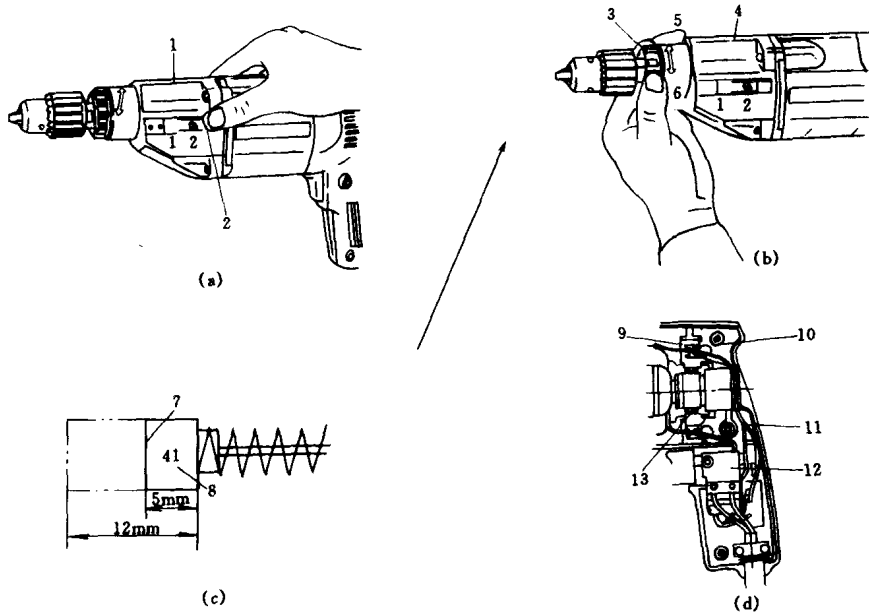

图 1-9 冲击电钻
冲击电钻外形与普通电钻相似,如图 1-9 所示。
7) 高、低速换档前，应将电源开关置于切断位置并且使冲击电钻全部停止转动。换档时，先将变速连锁扣压下，如图 1-9 (a) 所示，按箭头方向推动。刻在电钻壳体上的“1”为低速，“2”为高速。
8) 从冲击变换为旋转，如图 1-9 (b) 中，3、5、6 所示。面对钻头顺时针方向把变换环转到尽头，这样电钻是一面旋钻，一面对材料冲击。反时针方向旋转变换环则只能旋钻而不冲击。但要注意各厂家产品不一定相同，使用前一定要看产品说明书，按说明书的使用方法进行工作。
9) 电动机上的电刷磨损到极限时，如图 1-9 (c) 中 7 所示，应及时更换电刷，同时保持电刷清洁和刷握能自由滑动以及整流片与电刷的接触面清洁、光滑。